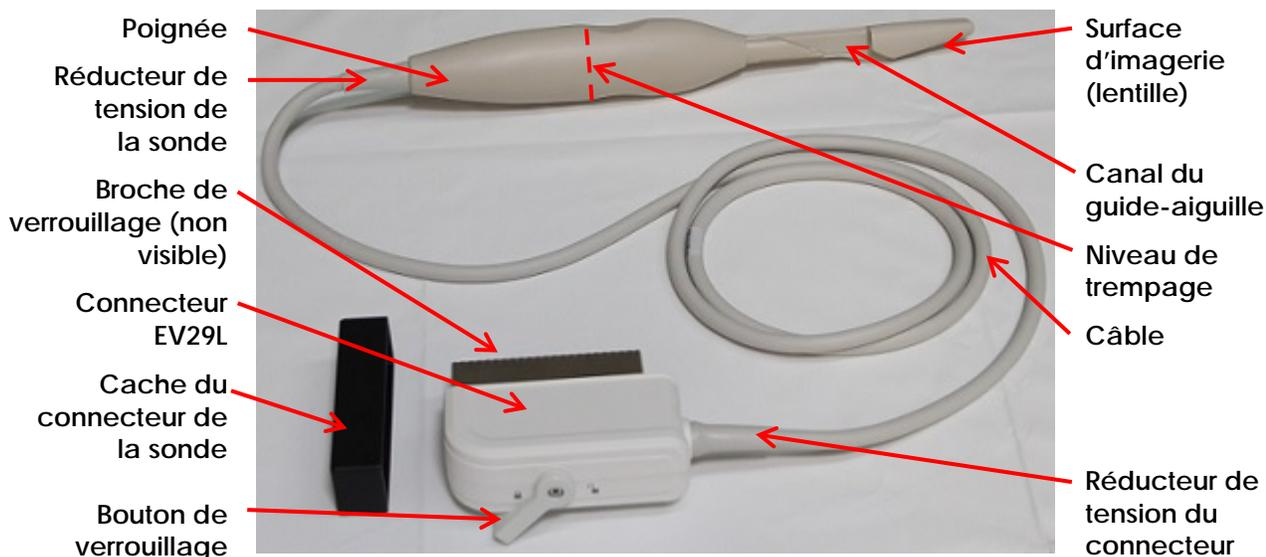

Figure 31 : Sonde EV29L ExactVu
Cette procédure implique le lavage, le trempage et le rinçage de la sonde dans différentes solutions. Dans tous les cas, la sonde doit être exposée à des niveaux de solution jusqu'à environ mi-distance de la poignée (se reporter au *niveau de trempage* dans la Figure 31).
- Pièces de la sonde EV29L qui n'entrent pas en contact avec la gaine pendant une intervention ETR, ou en d'autres termes, la partie de la sonde au-dessus du *niveau de trempage* (voir Figure 31).
Dans cette procédure, *au-dessus* du niveau de trempage signifie dans le sens *opposé* à la surface d'imagerie (voir la Figure 31).
- Pièces de la sonde EV29L qui entrent en contact avec la gaine pendant une intervention ETR, ou en d'autres termes, la partie de la sonde au-dessous du *niveau de trempage* (voir Figure 31). Pour les pièces se situant au-dessus du *niveau de trempage* (y compris le câble), consulter la section 2.2.
- Remplir la *cuvette de nettoyage* avec un volume suffisant de solution de nettoyage pour y plonger la sonde EV29L jusqu'au *niveau de trempage* indiqué dans la Figure 31.
- Plonger la sonde EV29L dans la solution de nettoyage jusqu'au *niveau de trempage* indiqué dans la Figure 31.
- Remplir la *cuvette de désinfection de haut niveau* avec un volume suffisant de désinfectant de haut niveau pour y plonger la sonde EV29L jusqu'au *niveau de trempage* indiqué dans la Figure 31.
- Plonger la sonde EV29L dans le désinfectant de haut niveau jusqu'au *niveau de trempage* indiqué dans la Figure 31.